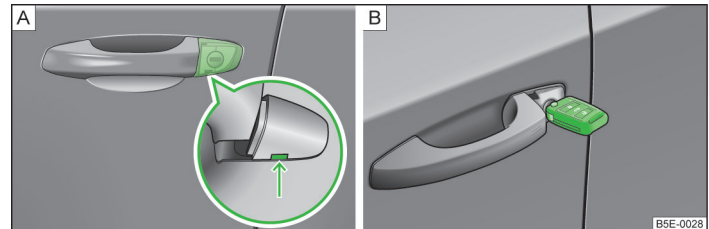

Abb. 207 Griff an der Fahrtür: abgedeckter Schließzylinder / Schließzylinder mit Schlüssel
- › Den Fahrzeugschlüssel in die Aussparung an der Unterseite der Abdeckung im Pfeilbereich einschieben und diese nach oben klappen » Abb. 207 - [A].
- › Den Fahrzeugschlüssel (die Tasten nach oben gerichtet) in den Schließzylinder stecken und das Fahrzeug ent- bzw. verriegeln » Abb. 207 - [B].